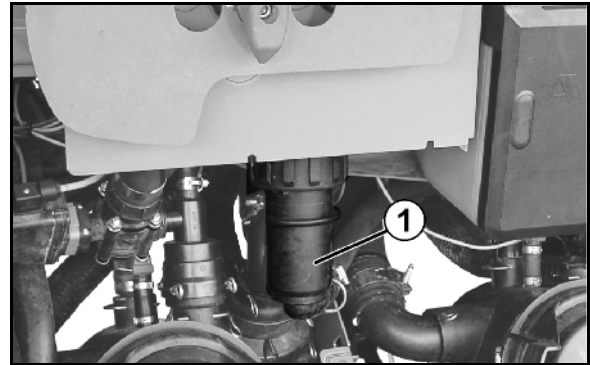

Fig. 120
2. Tag trykfilteret (Fig. 120/1) ud og rengør det med vand.